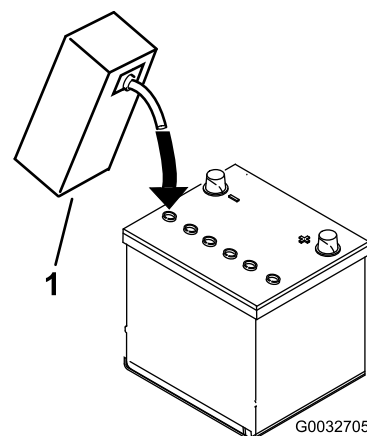

図 5
3. 各セルの電極板が液面下 6 mm 程度に水没するまで、電解液を慎重に入れる 図 5。
4. 電極板が液を吸収するまで20-30分間程度待つ。必要に応じて、電極板が 6 mm程度水没するぐらいに電解液を補充する 図 5。